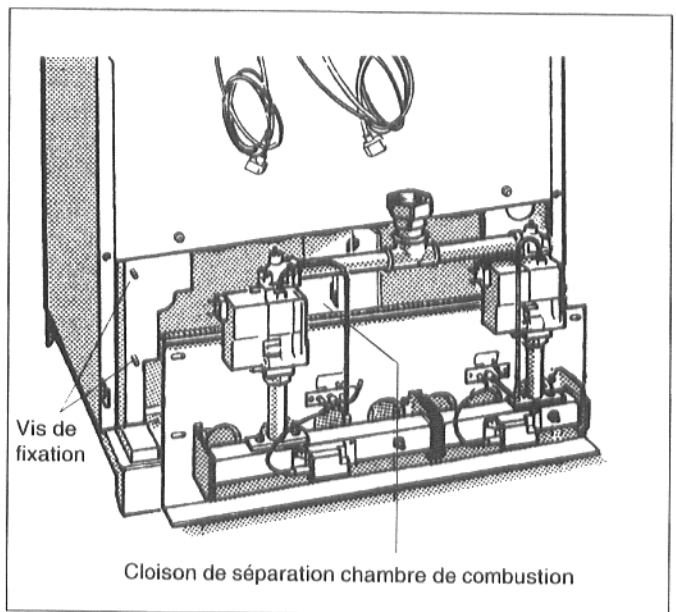

Fig. 41 : Démontage du brûleur gaz.
- Desserrer les quatre vis de fixation de la plaque de fixation du brûleur et **retirer le brûleur en le tirant droit vers l'avant**, pour ne pas endommager la cloison de séparation de la chambre de combustion (fig. 41).